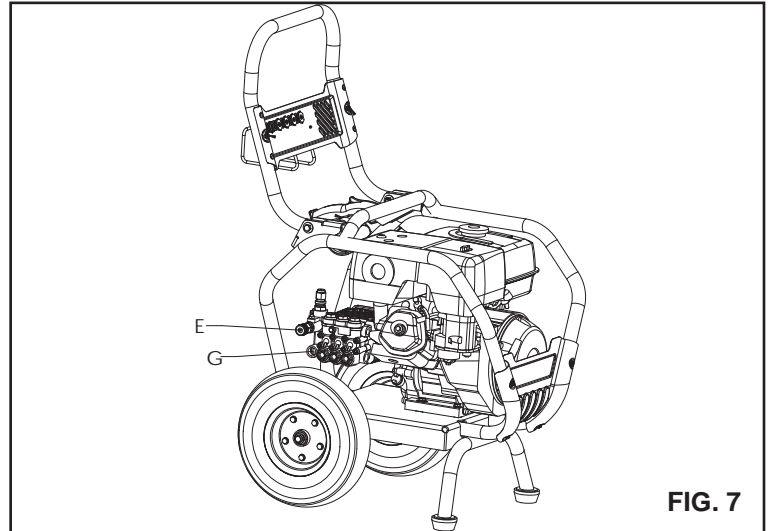

FIG. 7
1. Vérifier que le tuyau pour produits chimiques est solidement appuyé sur le raccord cannelé (G) situé près du raccord du tuyau haute pression de la pompe (E), comme indiqué. (Fig. 7)